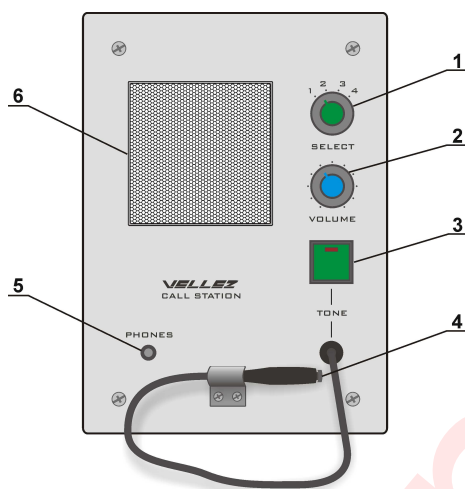

Рисунок 4
5.4 Размещение органов управления на МП01-А указано на рис. 4.